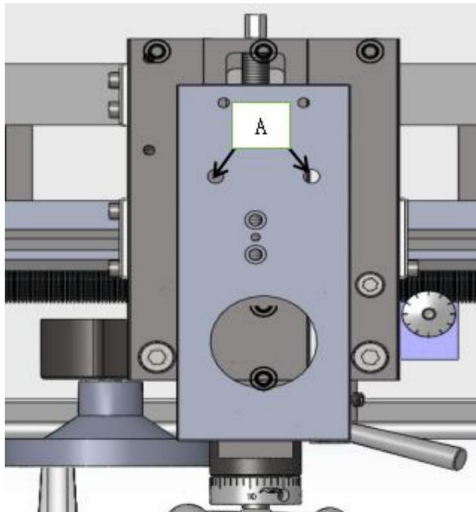

Fig. 36
2. Draai de gekartelde schroef (B, Afb. 36) los en open de schuif vingers. (C, Afb. 31) totdat de vaste rust met zijn vinger kan worden bewogen rond het werkstuk. Bevestig de steun op zijn plaats.
Smeer twee oliepoorten (A, Afb. 36) eenmaal per dag met 20W machineolie.